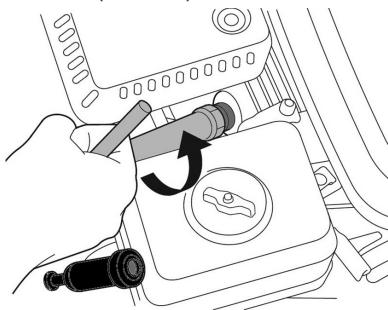

Рис. 30 Обслуживание свечи зажигания
- Открутите свечу зажигания свечным ключом (Рис. 30).